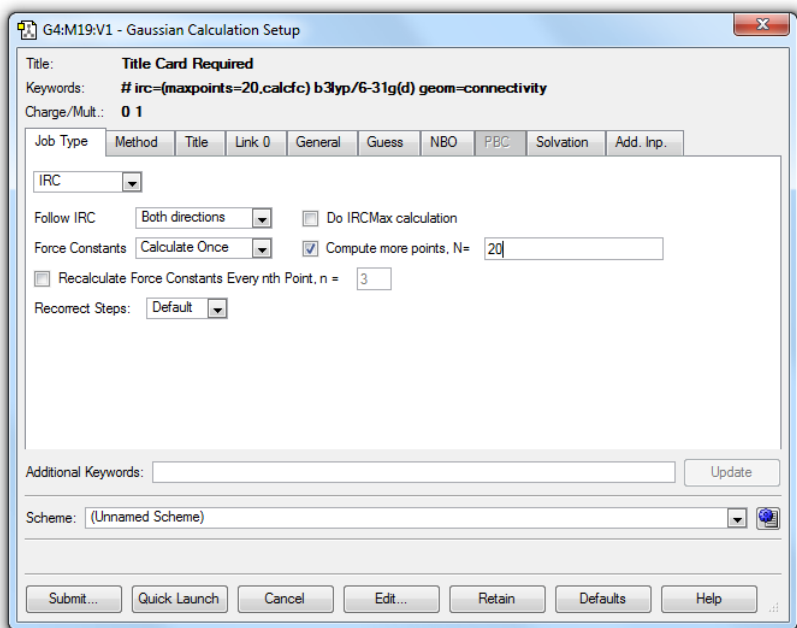

Рис. 9.6 Параметры IRC расчета в программе GaussView
5. Проверим соответствие переходного состояния нашей реакции. Для этого нужно провести спуск по координате реакции (тип работы IRC) с командной строкой: $IRC=(calcFC,maxpoint=20) B3LYP/6-31G(d)$ (рис. 9.6).